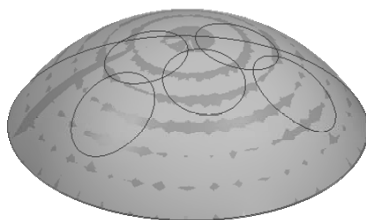

图 5-2 打开模型文件
2) 单击“打开”对话框中的“打开”按钮，将该文件打开，如图 5-2 所示。